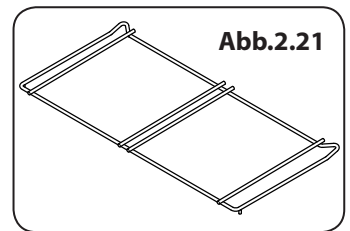

Abb.2.21
- Grillrostträger (**Abb.2.21**)